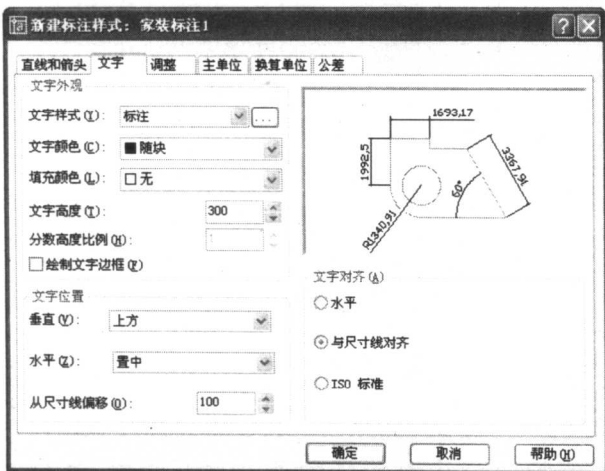

图 1-20 “文字”选项卡参数
(4) 单击“文字”选项卡，在其中设置“文字样式”为“标注”、“文字高度”为 300、“从尺寸线偏移”为 100，如图 1-20 所示。